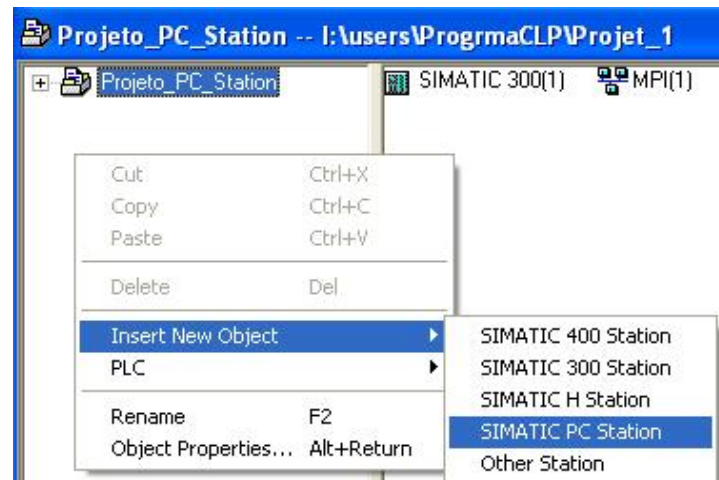

Figura 6.4: Inclusão da PC Station no projeto.
- Passo 3: Clique agora com o botão direito do mouse na coluna onde se encontra a árvore hierárquica do projeto e selecione o caminho *Insert New Object >> SIMATIC PC Station* (ver figura 6.4).